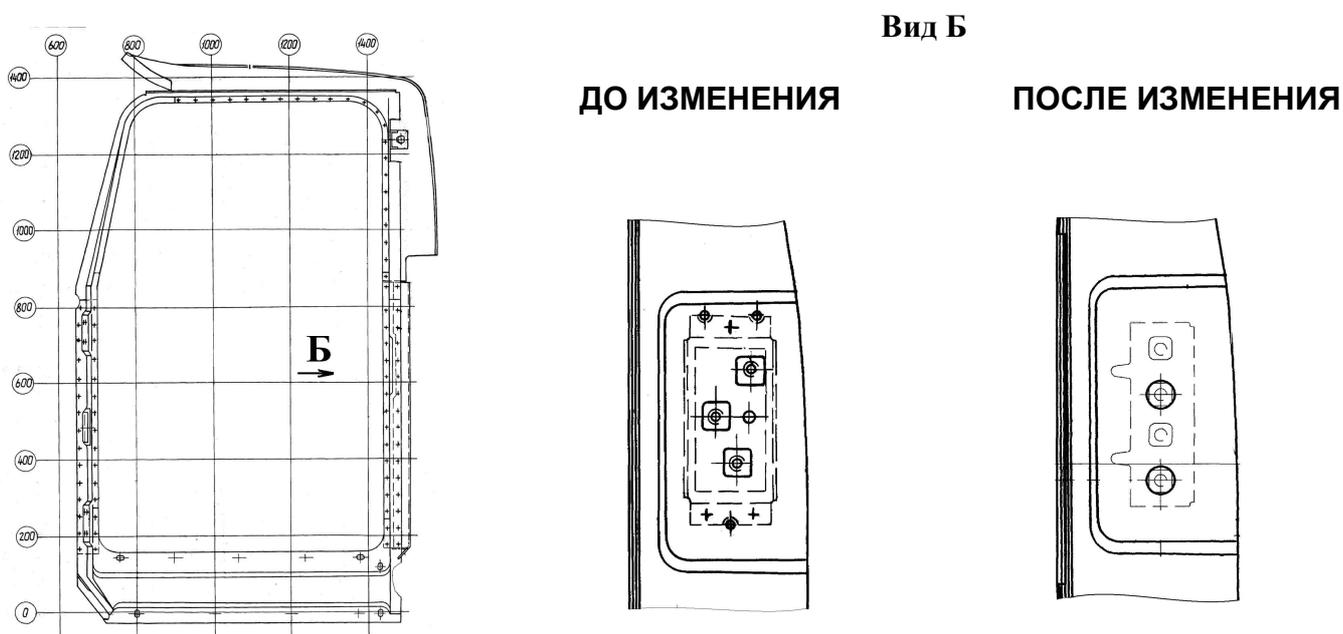

Рис. 18. Проём двери с расположением отверстий под замок двери.
- Внимание:** 1. Каркасы боковин, выпускаемые с этими номерами с октября 2009 года, отличаются от каркасов с такими же номерами, выпущенными ранее. Каркасы боковин выпускаются *под новые замки и новые фиксаторы (см. рис. 18)*.